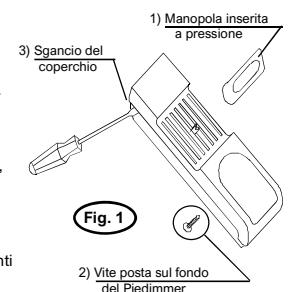

Fig. 1
- 3) Togliere il coperchio aiutandosi con un cacciavite a taglio per far leva in prossimità del perno (Vedi Fig.1).